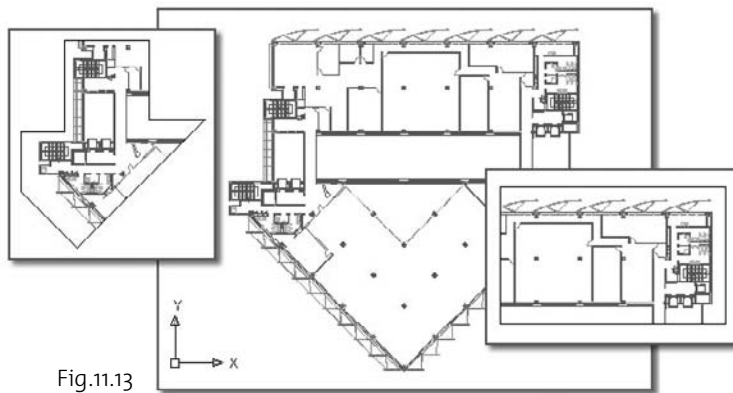

Fig.11.13
- 3 Entrer P (Polygonal) ou R (Rectangulaire), puis dessiner le contour du calque sous-jacent (fig. 11.13).